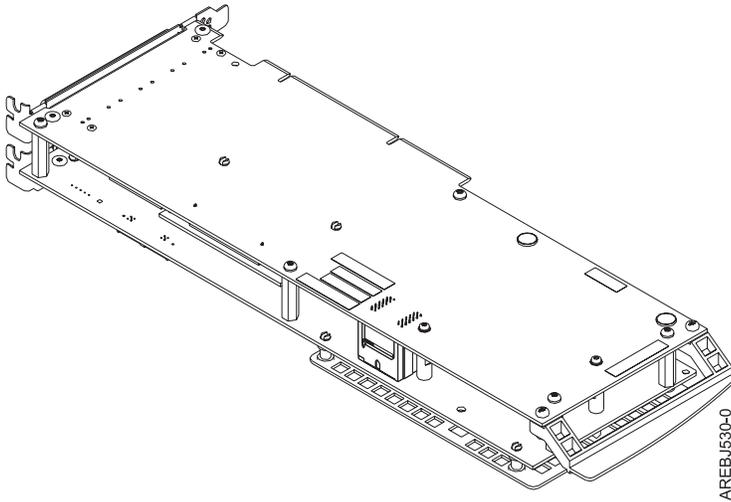

Abbildung 32. Kartengruppenadapter 572F/575C
2. Legen Sie den Kartengruppenadapter 572F/575C auf eine gegen elektrostatische Entladung geschützte Oberfläche und richten Sie ihn wie in Abb. 32 gezeigt aus.